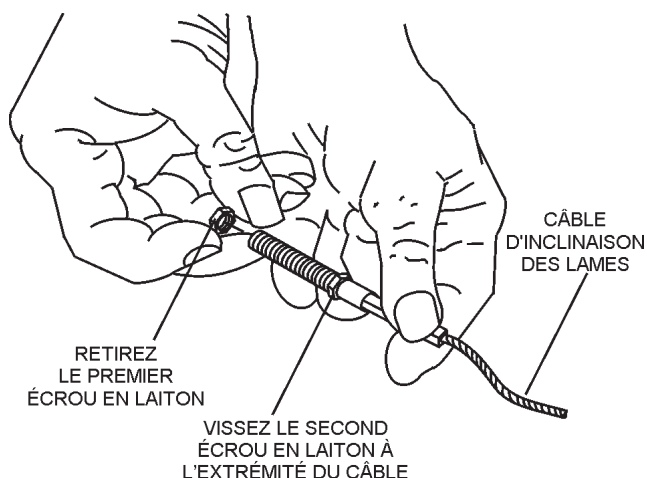

Figure 13. Câble d'inclinaison des lames
3. Retirez un écrou en laiton de l'extrémité du câble d'inclinaison des lames, comme illustré à la figure 13.